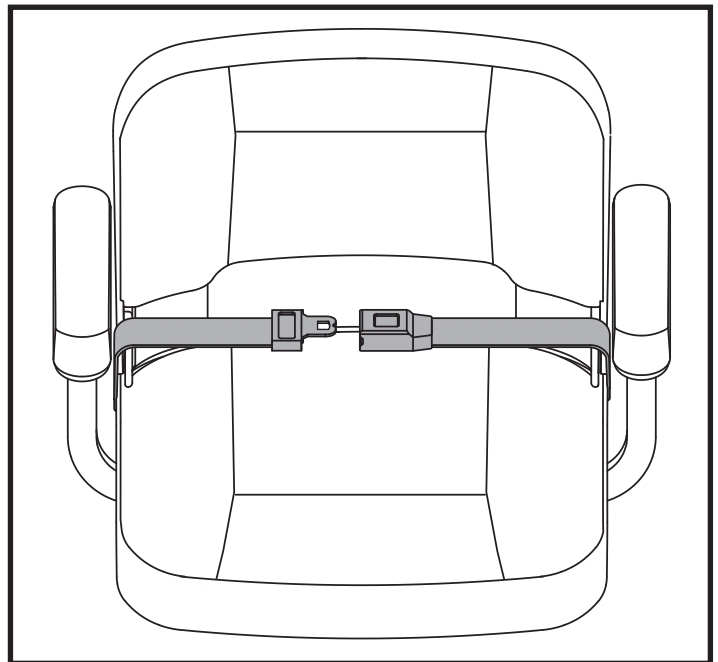

Figura 22. Cinturón de seguridad–hebilla de metal
1. Introduzca la aleta metálica del lado derecho del cinturón en el cuadro de plástico del lado izquierdo y presione hasta oír un clic. **Ver la figura 22.**